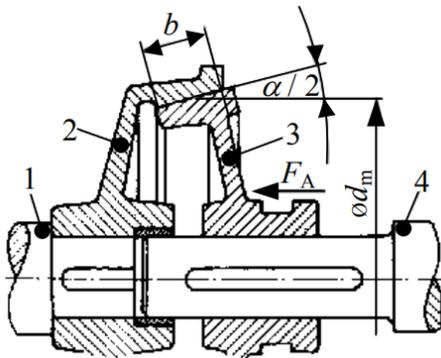

Abb. 5: Kupplung 1
- E-KB 4** Berechnen Sie für Kupplung 1 (Abb. 5) das übertragbare Drehmoment T_R mit den nachfolgenden Werten.